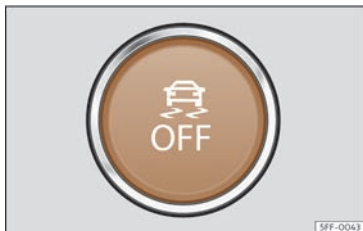

Fig. 189 Na parte inferior da consola central: botón para conectar/desconectar o ESC
- O ESC en modo “Sport” pódese desconectar e conectar mediante unha pulsación curta no botón  da consola central >>> **fig. 189**.
- O ESC pódese desconectar mediante unha pulsación longa no botón  da consola central >>> **fig. 189** e pódese volver conectar mediante unha pulsación curta.